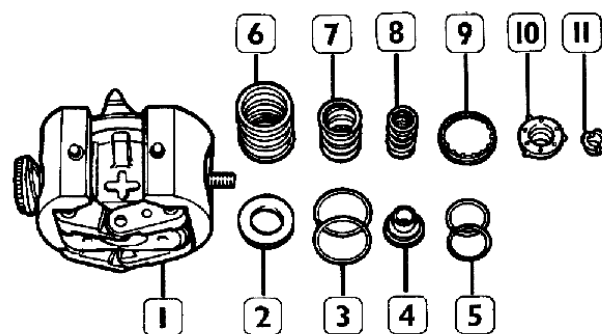

Figura 61
- Montar un eje falso (1) en una morsa y posicionar sobre ella, el dispositivo de calibración.
- Insertar en el interior de la masa centrífuga (2) el aro de protección y el plato del resorte de de calibrado (4, figura 61) , bloquear en la sede con un perno. Apoyar sobre el dispositivo un comparador (1) con base magnética (4) y, llevandolo con el tornillo a cero, colocar la masa centrífuga en la posición de cierre.